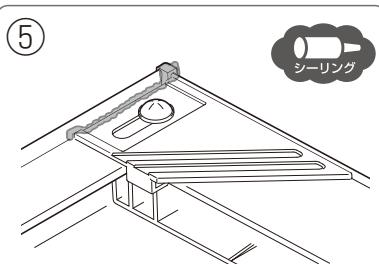

図16-5
- ⑤後枠と水下側側枠の上面の隙間にシーリングしてください。(図16-5)